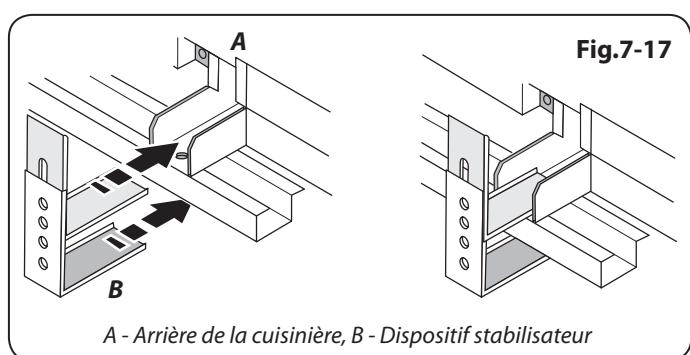

Fig.7-17
7. Mesurez la hauteur entre le niveau du sol et le bord de prise à l'arrière de la cuisinière. Ajoutez 3 mm à cette cote et montez l'équerre stabilisatrice à cette hauteur (entre le niveau du sol et le revers du membre supérieur), et vérifiez que l'équerre ne gêne pas le brûleur du four (**Fig.7-17**).